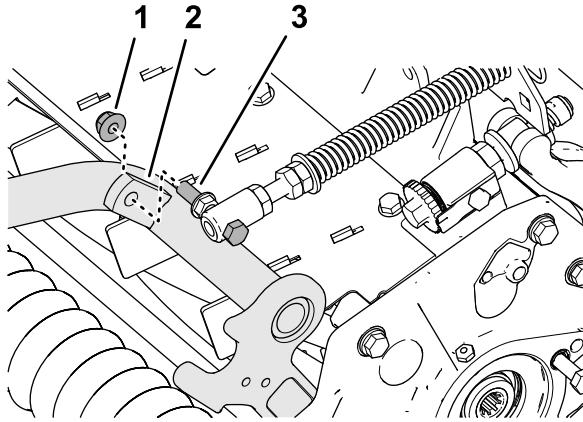

Bild 19
4. Montieren Sie die Kopfschraube der Rasenkompensierungsfeder an der rechten Lasche des Trägerrahmens (Bild 19) mit der Sicherungsbundmutter ($\frac{3}{8}''$).